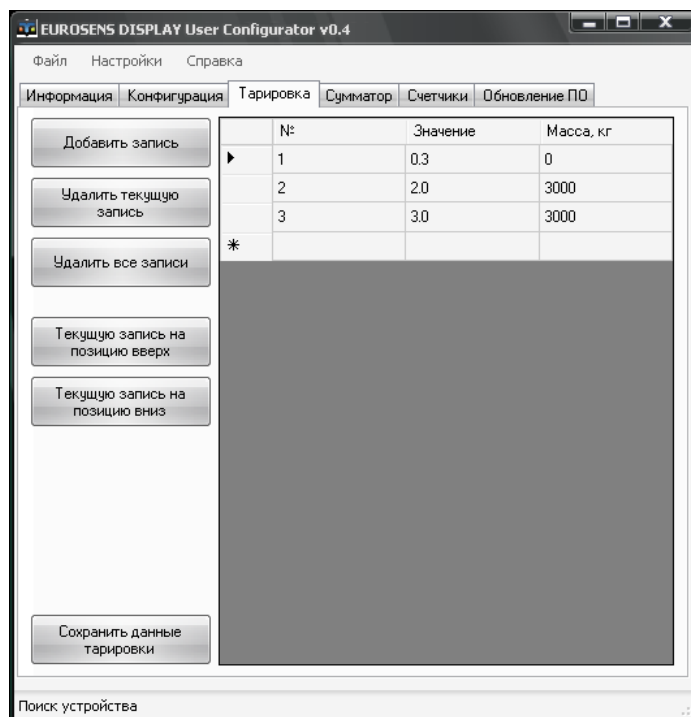

Рис.48
12) Повторять пункты 9...11 до тех пор, пока не будет достигнута требуемая максимальная нагрузка на ось автотранспортного средства (рис.48).